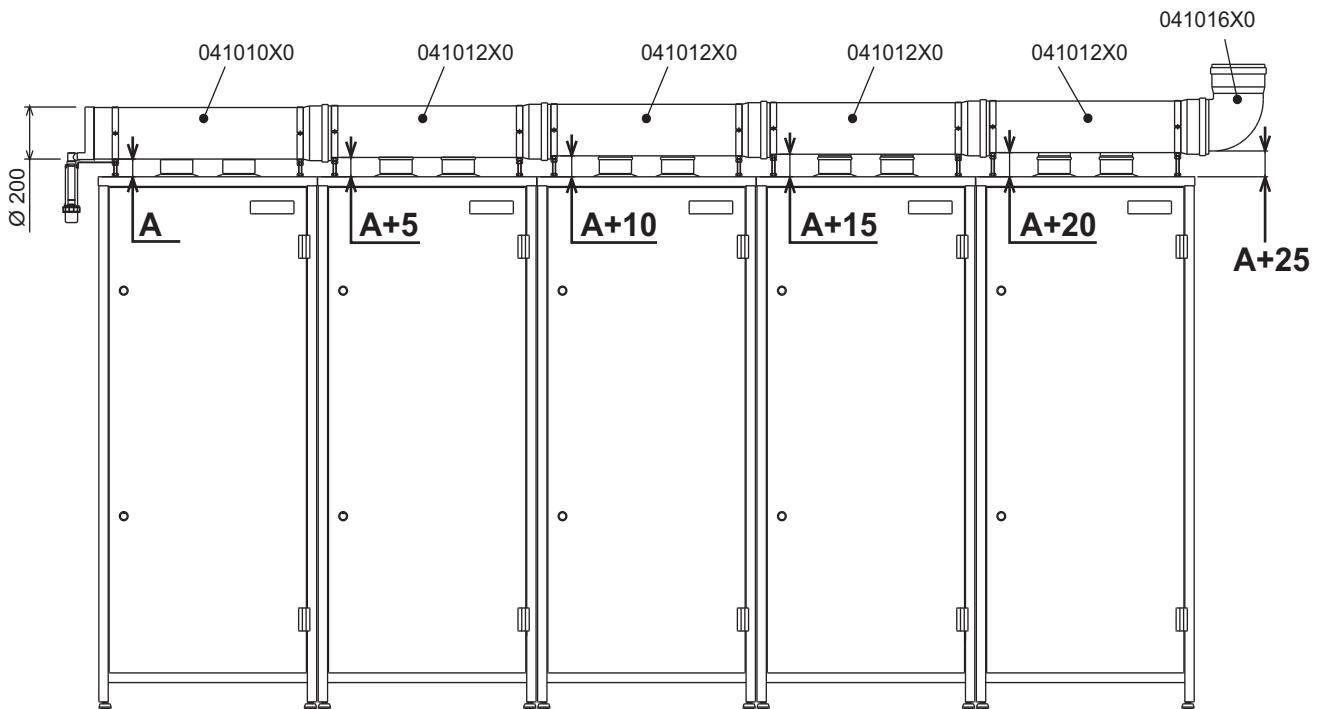
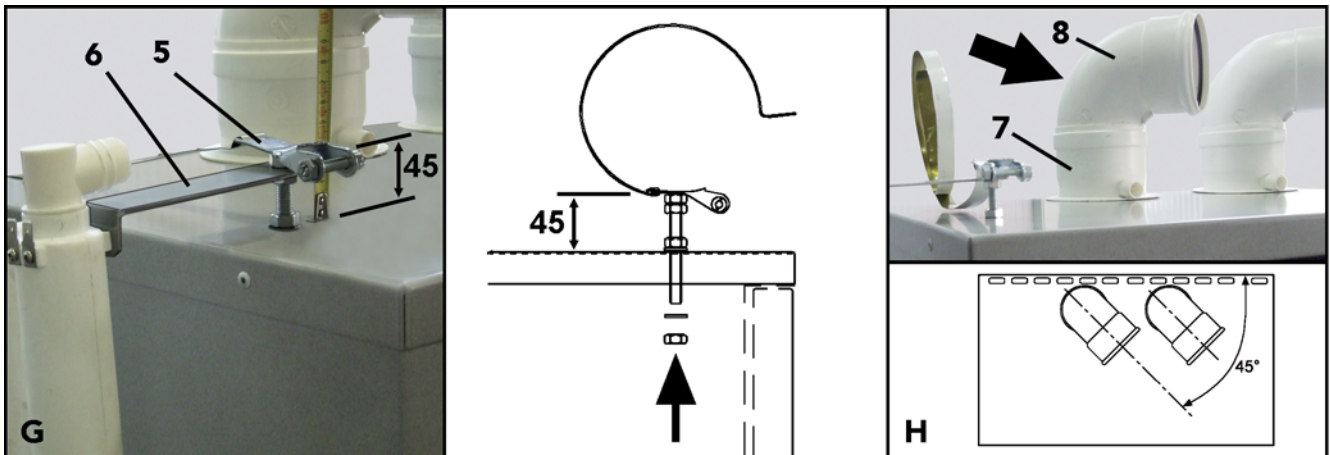
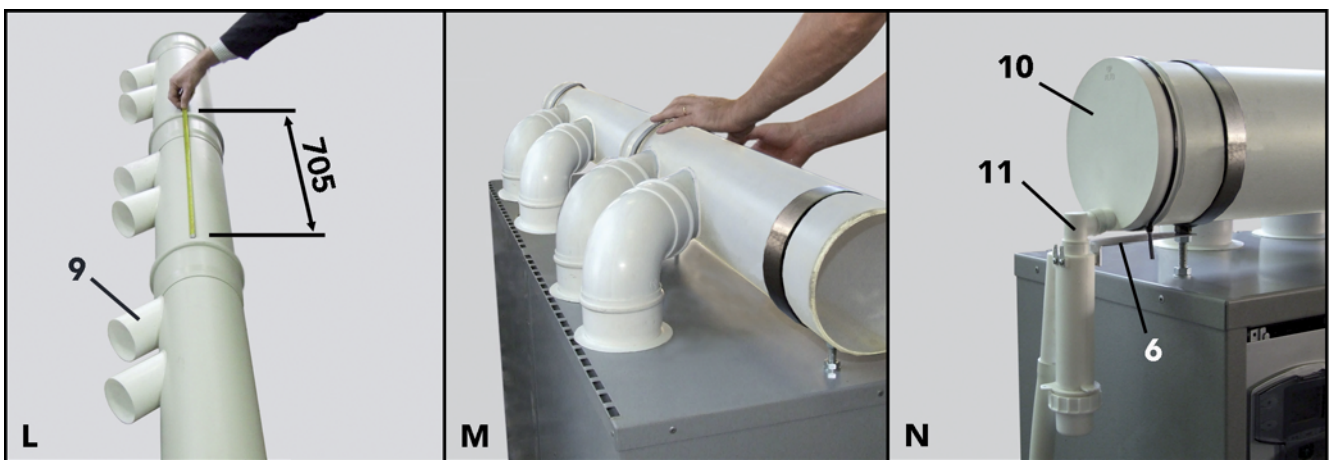

abb. 32 - Installation von 5 Modulen
abb. 35
abb. 36
- G** Die Sammlerflanschen "5" an den vorgesehenen Öffnungen an der Oberseite der Module montieren. Beim Bügel am ersten Modul muss das Maß 45 mm eingehalten werden. (siehe Kästchen "G" abb. 35). Dieses Maß muss bei den darauf folgenden Modulen um je 5 erhöht werden, um die in abb. 32 gezeigte Neigung der Abgassammelleitung zu erzielen. Am Flansch des ersten Moduls den Haltebügel des Kondensatsiphons "6" einsetzen.
- H** An den Stützen "7" die 90°Rohrkrümmen VT/MT "8" einsetzen. Diese müssen im Winkel von 45° zum Modul angebracht werden (siehe Kästchen "H" abb. 35). Bei Installation eines Moduls **Reply 51/i** nur einen 90°-Rohrkrümmen und die im Basisset enthaltenen Verschlusskappe benutzen.
- L** Die Abgasrohre miteinander verbinden (diesen Vorgang auf dem Boden ausführen). Dabei auf die Ausrichtung der verschiedenen Anschlüsse "9" achten und unbedingt das Anschlussmaß von 705 mm einhalten (siehe Kästchen "L" abb. 36).
Die korrekte Neigung der Sammelleitung (siehe abb. 32) und den korrekten Einlauf aller Stützen, Rohrkrümmen und Ventile überprüfen. Sicherstellen, dass die Dichtungen nicht aus ihren Sitzen gerutscht sind (siehe Kästchen "M" abb. 36). Die äußeren Dichtungen müssen an der Oberseite der Module anliegen. Die Flanschen fest anziehen.